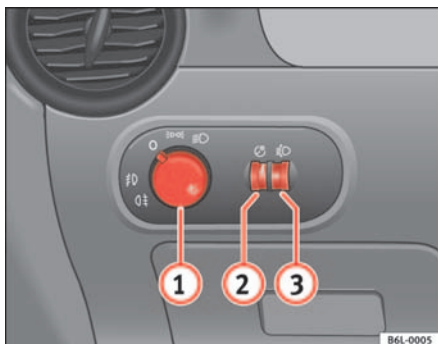

Fig. 56 Detalle del tablero de instrumentos: mando de las luces, faros antiniebla y luz trasera antiniebla
- Gire el mando de las luces \Rightarrow fig. 56 hasta la posición \Rightarrow .